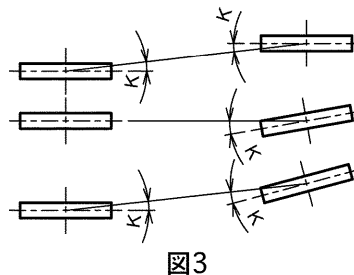

図3
- ①. ファンプーリーと電動機プーリーの平行度は図3. 表2の規格を満足するようにセットしてください。
- (5) 図2・図3 に示すとおり、付属配管・現地配管を左側面サービス点検口および前面からロウ付接続を行ってください。
現地配管接続部 図3 → 付属配管接続部 図2
- (6) 図3 に示すとおりパイプカバーを取付けてください。